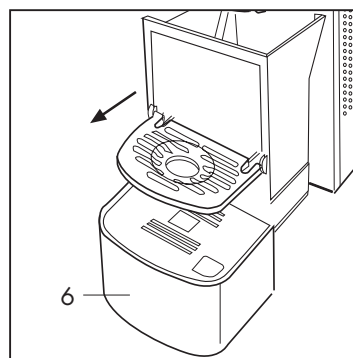

Fig. 24
Le porte-capsules peut contenir 14 capsules au maximum, il est donc conseillé de le vider régulièrement pour éviter que les capsules ne se coincent. Pour cela il faut enlever le verre (13) et extraire le porte-capsules (6) (Fig. 24)